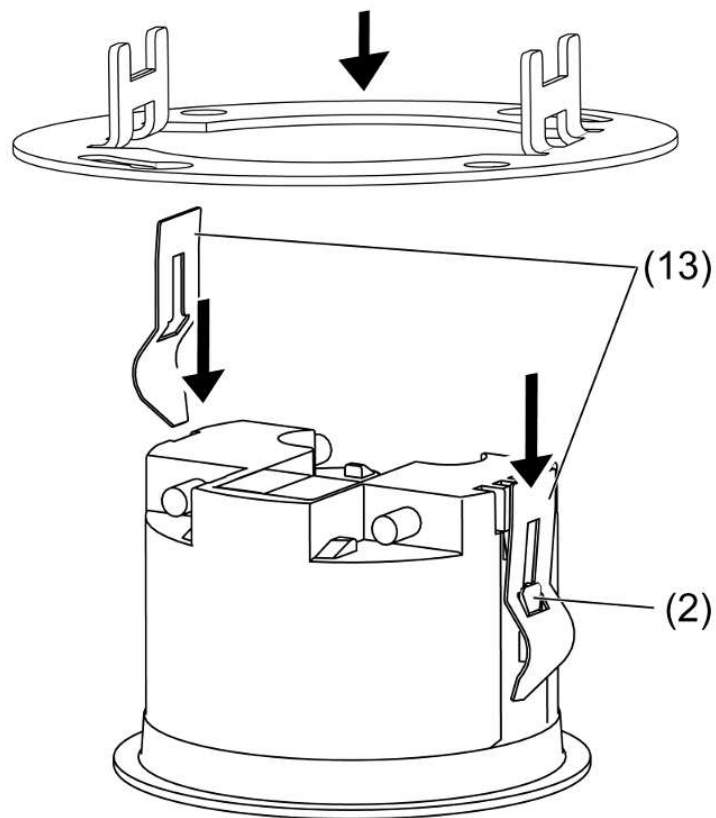

Figura 10
- Deslizar las pinzas de sujeción (13) como se muestra en la imagen desde atrás sobre las guías (2) hasta que encajen (véase figura 10).